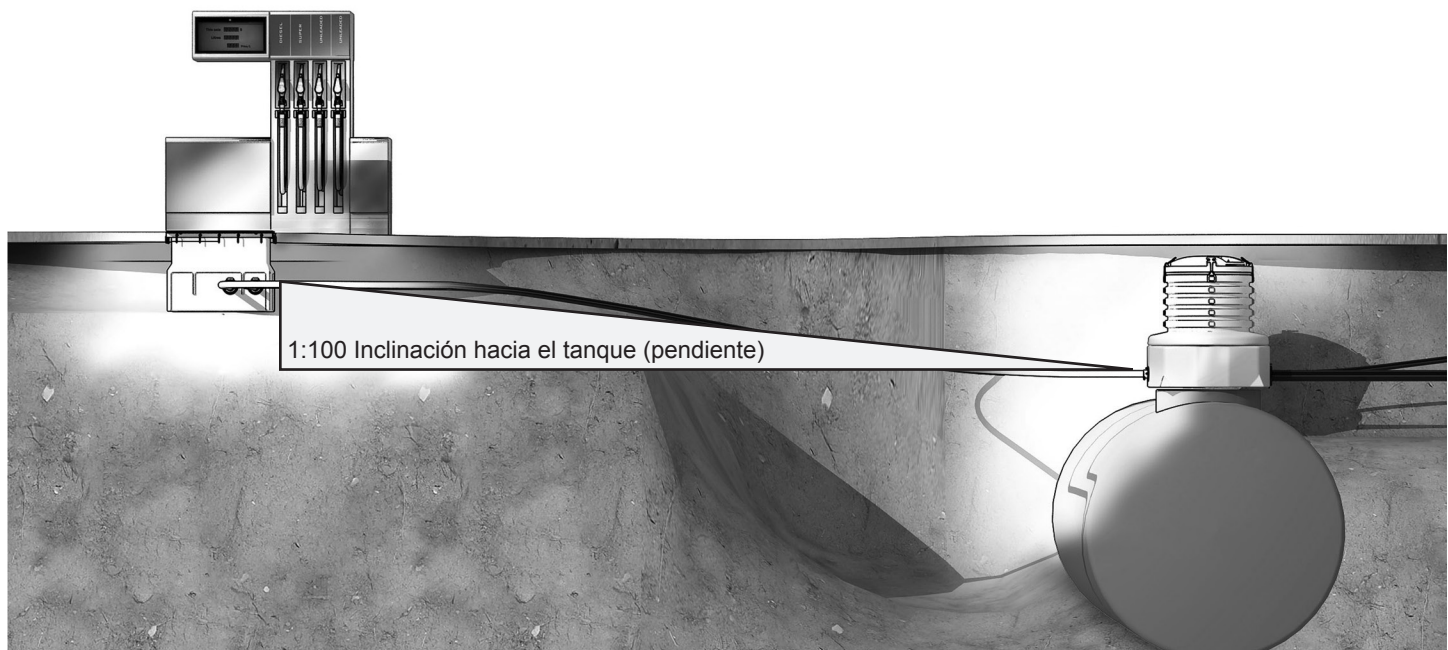

Figura 7: Inclinación hacia el tanque (pendiente)
- Todas las zanjas deben tener una inclinación hacia atrás hacia los tanques de almacenamiento. Esta inclinación (pendiente) de todo el sistema de tuberías hacia la cámara de los tanques debe ser como mínimo de 1/8" por pie o de 1 m por cada 100 metros (Figura 7). Si es necesario esto puede variar para cumplir con los requerimientos del lugar. La posición de los aditamentos de entrada en el sumidero dispensador más alejado de la cámara de los tanques puede estar considerablemente más alta que los dispositivos de entrada del sumidero dispensador más cercano a este.